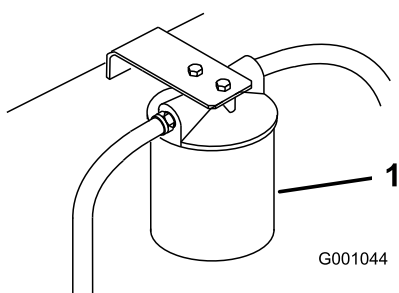

Figure 84
3. Placez un bac de vidange sous le filtre, déposez le filtre usagé et essuyez la surface du joint de l'adaptateur (Figure 84).